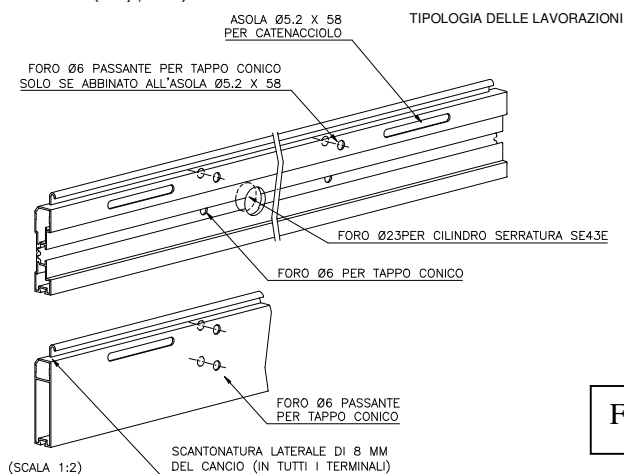

Fig. 13
4) eseguire le lavorazioni su terminale (fori per tappi conici, scantonatura laterale schiacciatura della guarnizione di battuta all'estremità, eventuali asole per cate naccioli, montaggio catenaccioli o serrature nella sede di scorrimento (Fig. 13)